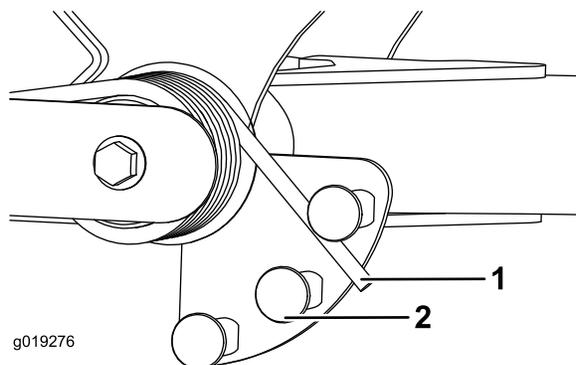

图33
2. 将一个管子或类似物体插入长弹簧一端，并将其围绕弹簧传动器旋转至所需位置（图33）。